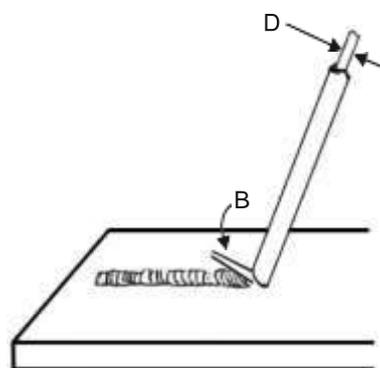

Fig. 3
2.- Arco Corto (Fig. 3). Se llama así cuando la distancia "B" es menor que el diámetro "D" (el alma del electrodo). Esta distancia es empleada mayormente por los soldadores de más experiencia, especialmente para soldar electrodos básicos, obteniendo cordones limpios, bien conformados, libres de proyecciones (chispas).
(Fig.3). Fig. 10